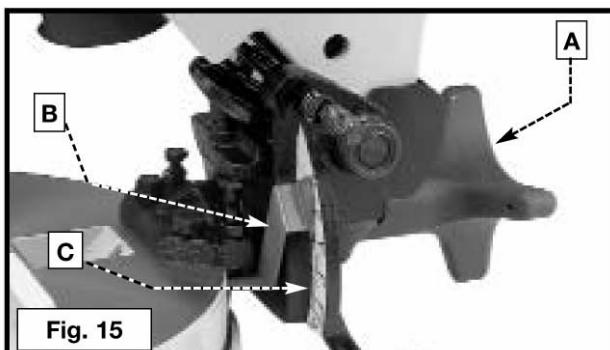

Fig. 15
A cabeça de corte da sua serra composta de esquadria pode ser inclinada para qualquer corte chanfrado desde um ângulo reto de 90° até um ângulo chanfrado de 45° à esquerda. O ângulo chanfrado frouxo (A) Fig. 15, inclina o braço de corte ao ângulo desejado, e aperta o ângulo de trava (A).
Pontos firmes são fornecidos para posicionar rapidamente a lâmina da serra a 90° e 45° da bancada. Veja a seção deste manual intitulada “**COMO AJUSTAR CHANFROS A 90° E 45°**” O ângulo chanfrado do braço de corte é determinado pela posição do ponteiro (B) Fig. 15 na graduação (C).